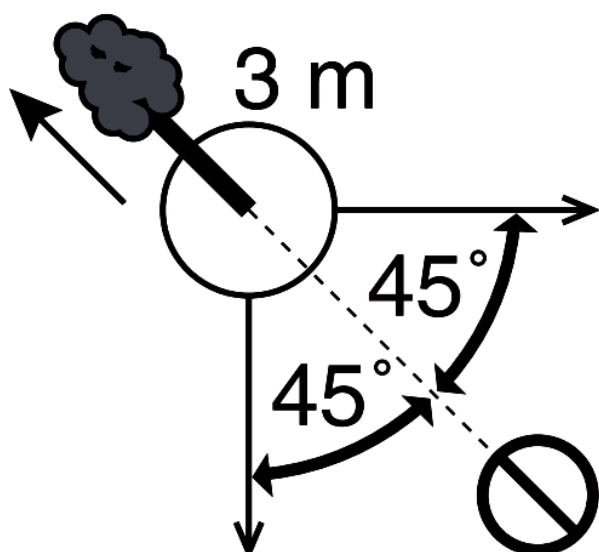

Рис.9
3. Когда дерево начнет падать, путь отхода должен быть направлен по диагонали в сторону, противоположную направлению падения, под углом 45 градусов. Вы должны отойти минимум на 3 метра от ствола, на тот случай, если во время падения комель дерева отскочит в сторону (Рис.9).